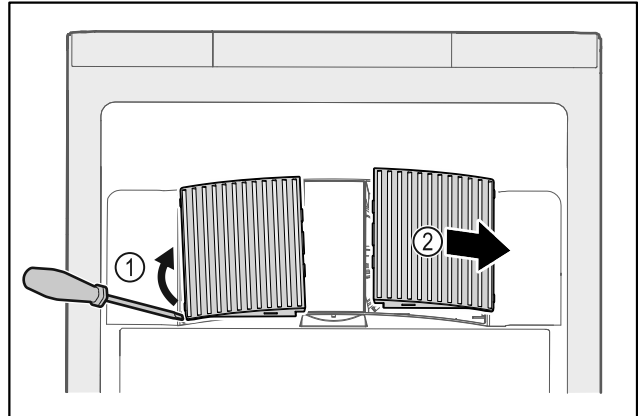

Fig. 200
- ▶ Ventilatorafdekkingen voorzichtig aan de zijkant eruit halen Fig. 200 (1) en naar de voorkant toe verwijderen Fig. 200 (2).